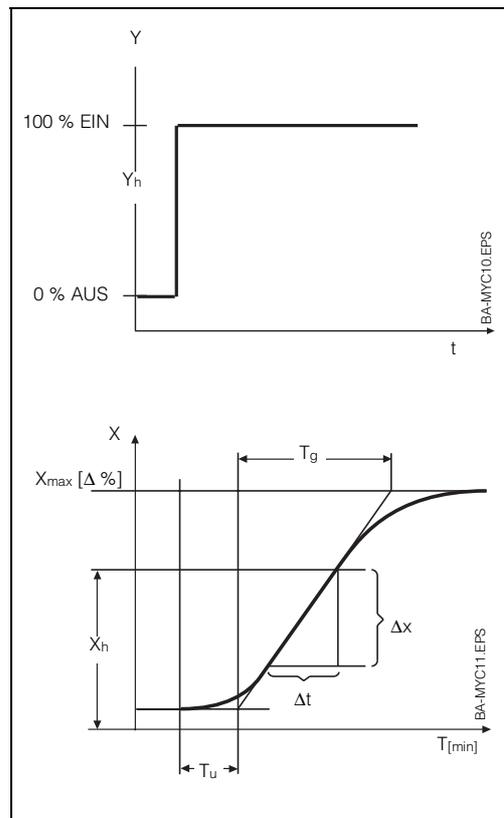

Bild 9.8: Sprungantwort der Regelstrecke
- Sprungantwort der Regelstrecke (Bild 9.8)
Aus der Sprungantwort nach Bild 9.8 ergibt sich folgender Zusammenhang: